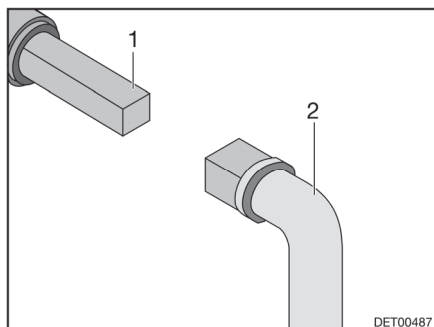

Fig. 77 Manejo del grifo para la eliminación de aguas residuales
- Insertar la llave (Fig. 77,2) en el cuadrado (Fig. 77,1).